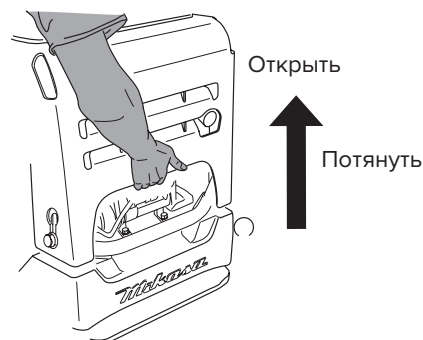

Рис. 24
2. Возьмитесь за переднюю часть крышки и потяните вверх, чтобы открыть ее (рис. 24).